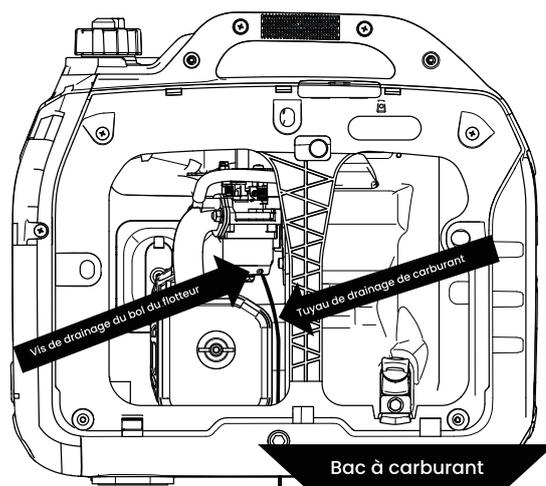

Figura 16: Tubo di scarico del carburante
2. Individuare il tubo galleggiante di plastica trasparente che esce dalla parte inferiore dell'inverter e posizionare un contenitore adeguato sotto per raccogliere il carburante scaricato (vedere la Figura 16).